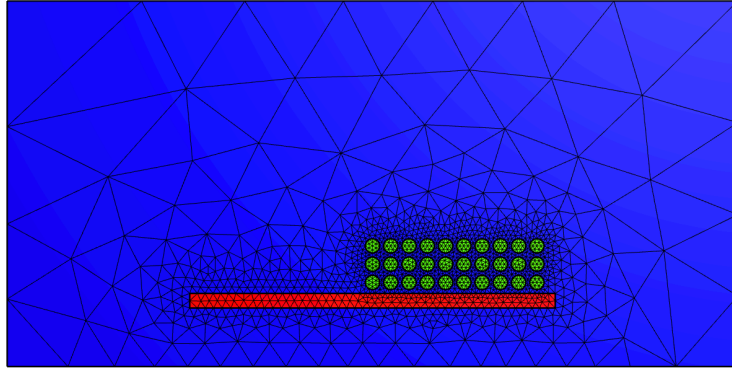

Abbildung 1: Geometrie
Für rotationssymmetrische Geometrien können in der Regel die Windungen im Mesh aufgelöst werden (vgl. Abbildung 1). Wir betrachten daher das Problem (1) in Zylinderkoordinaten (z, r, ϕ) . In diesem Fall gilt